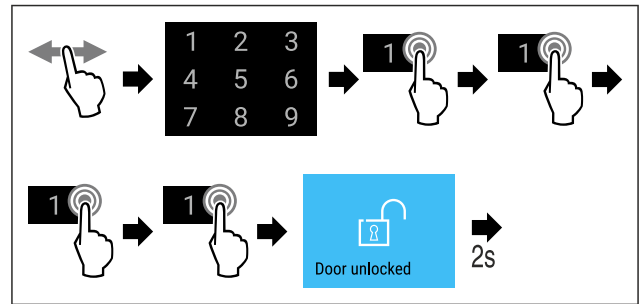

Fig. 77 Deur met deurcode 1 1 1 1 vergrendelen.
- ▶ Stappen (zie Fig. 77) uitvoeren.